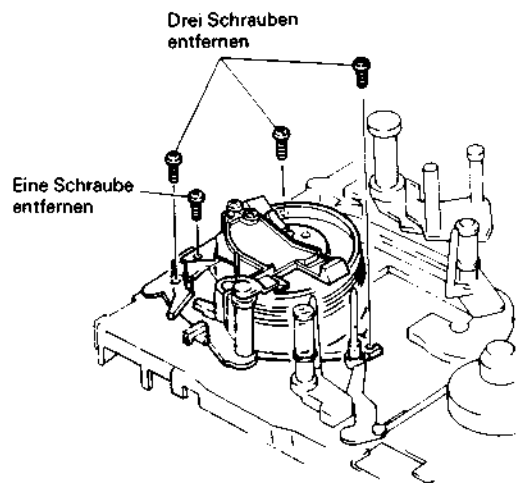

Abb. 2.78 Ausbau des Anschlagblocks
Ausbau des Bandfädelblocks (Abb. 2.78, 2.79)
1. Eine (1) Befestigungsschraube der Bürste für statische Entladung entfernen (Abb. 2.78).
1. Die Bürste für statische Entladung entfernen (siehe Abb. 2.78).